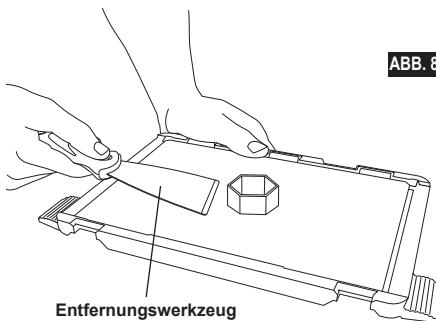

ABB. 8
3. Ziehen Sie das Objekt von der Druckplattform ab. Verwenden Sie dazu bei Bedarf vorsichtig den Spatel zum Entfernen von Objekten (s. Abb. 8).